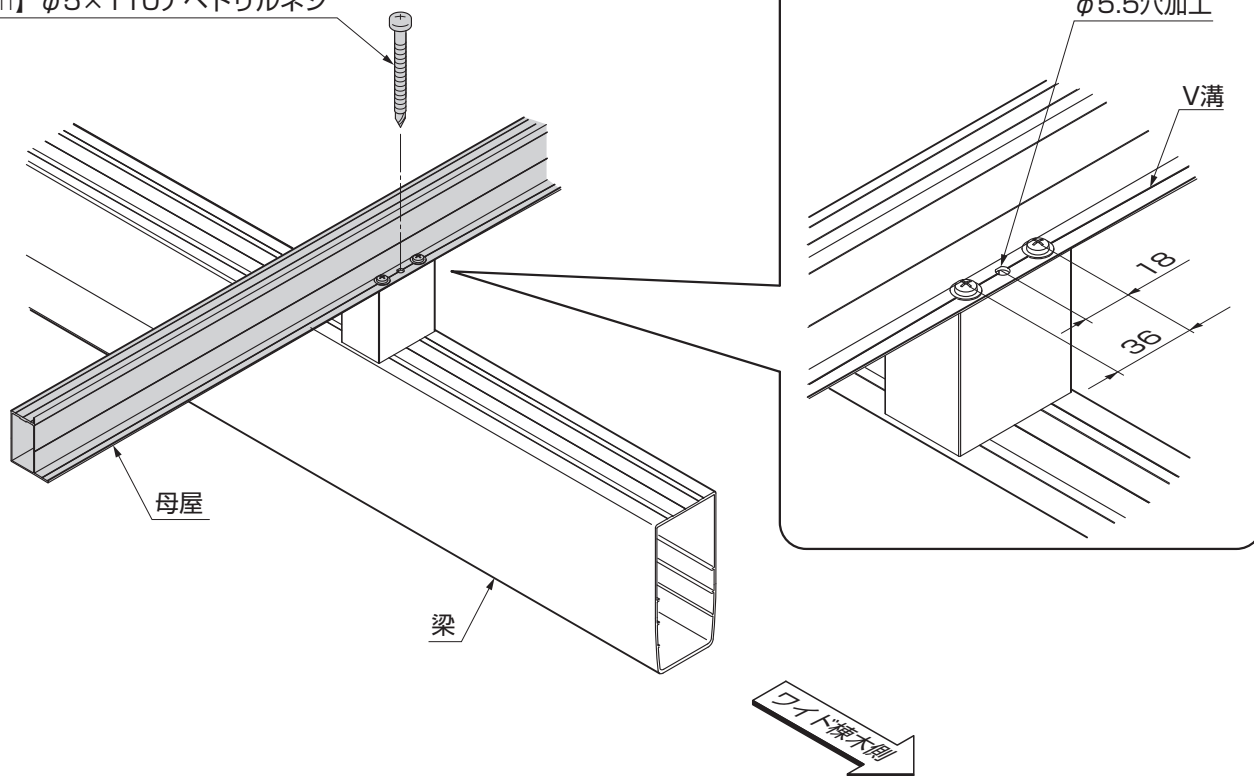

図4-7
- ④母屋を固定しているネジ【12-6】、【12-7】の中間V溝上に $\phi 5.5$ の穴をあけてください。(図4-7参照)
⑤ $\phi 5.5$ の穴に【12-10】、【12-11】を取付けてください。